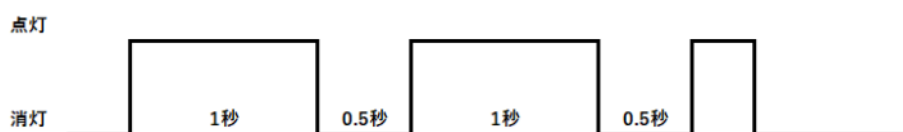

図 1 点滅のタイムチャート
- ① 現在日時を作図構成図に従い 24 時間表記にて表示する。
- ② モータ 1 が回転している時は回転数を作図構成図に従い表示する。
- ③ 回転数の表示は正回転中には正数、逆回転中は負数で表示する。
- ④ 「PH1」が ON の時は、“コンベヤ材料”が緑色に点灯する。
- ⑤ 「PH1」が OFF の時は“コンベヤ材料”が消灯し、“材料不足”が図 1 に従い赤色に点滅する。
- ⑥ 「PH2」が ON の時は、“ミキシング材料”が緑色に点灯する。
- ⑦ 「PH2」が OFF の時は“ミキシング材料”が消灯し、“材料不足”が図 1 に従い赤色に点滅する。
- ⑧ 2-⑤で「PH1」が ON になった後も表示は保持され、すべての運転操作は出来ない。“材料不足”または、BS1「停止」を押すと“材料不足”が消灯し、“コンベヤ材料”が緑色に点灯する。
- ⑨ 2-⑦で「PH2」が ON になった後も表示は保持され、すべての運転操作は出来ない。“材料不足”または、BS1「停止」を押すと“材料不足”が消灯し、“ミキシング材料”が緑色に点灯する。
- ⑩ 「THR1」が ON した時は、モータ 1,2 を停止させ、SL4「故障」が 0.5 秒で点滅し、“MC1 故障”が図 1 に従い赤色に点滅する。(BS3「非常停止」が ON している時は SL の表示を優先させる。)
- ⑪ 「THR2」が ON した時は、モータ 1,2 を停止させ、SL4「故障」が 0.5 秒で点滅し、“MC2 故障”が図 1 に従い赤色に点滅する。(BS3「非常停止」が ON している時は SL の表示を優先させる。)
- ⑫ 2-⑩で「THR1」が OFF になった後も表示は保持され、すべての運転操作は出来ない。“MC1 故障”または、BS1「停止」を押すと SL4「故障」が消灯し、“MC1 故障”が消灯する。
- ⑬ 2-⑪で「THR2」が OFF になった後も表示は保持され、すべての運転操作は出来ない。“MC2 故障”または、BS1「停止」を押すと SL4「故障」が消灯し、“MC2 故障”が消灯する。
- ⑭ “M1 コンベヤ”のタイマ設定が 1 から 10 以外の時は、タイマ設定の“M1 コンベヤ”が図 1 に従い赤色に点滅する。
- ⑮ “M2 ミキシング”のタイマ設定が 1 から 10 以外の時は、タイマ設定の“M2 ミキシング”が図 1 に従い赤色に点滅する。
- ⑯ BS3「非常停止」を押したときの条件を以下に示す。
- ・“非常停止”が図 1 に従い赤色に点滅する。